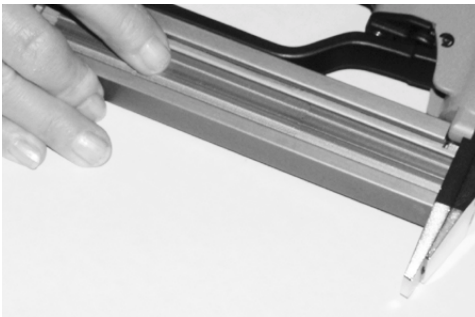

Figure 4
2. Placer le pistolet à plat comme l'indique la Figure 4.